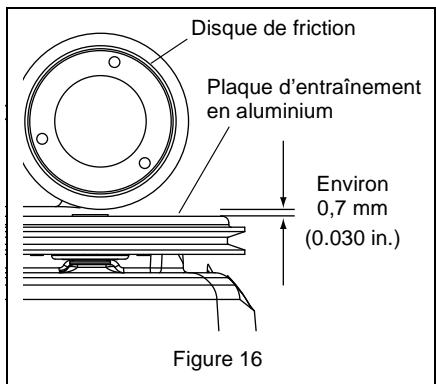

Figure 16
Voir Figure 16.
**REMARQUE :** Lorsque la commande de traction des roues est désenclenchée, l'espace entre le disque de friction et la plaque d'entraînement en aluminium doit être d'environ 0,7 mm (0.030 in.). Voir Figure 16.